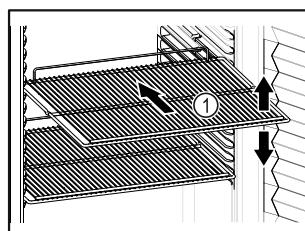

Fig. 57 Приближене відображення
- Якщо решітки для зберігання Fig. 57 (1) знімні, відрегулювати по висоті.